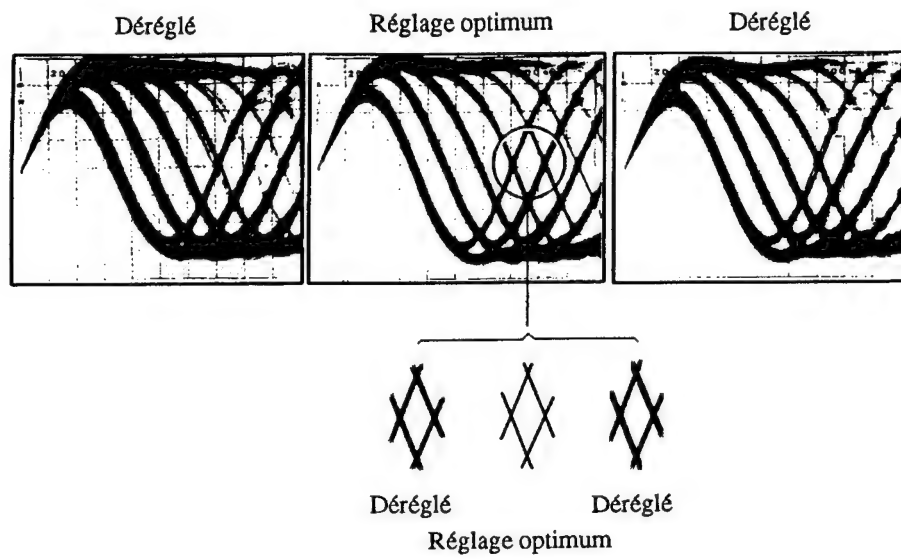

Figure 5 Motif en œil
3. Ensuite, ajuster la vis d'inclinaison tangentielle à l'aide un tournevis Phillips, de façon que le motif en oeil (c'est-à-dire, le diamant au centre du signal RF) soit le plus clariement visible (Figure 5).